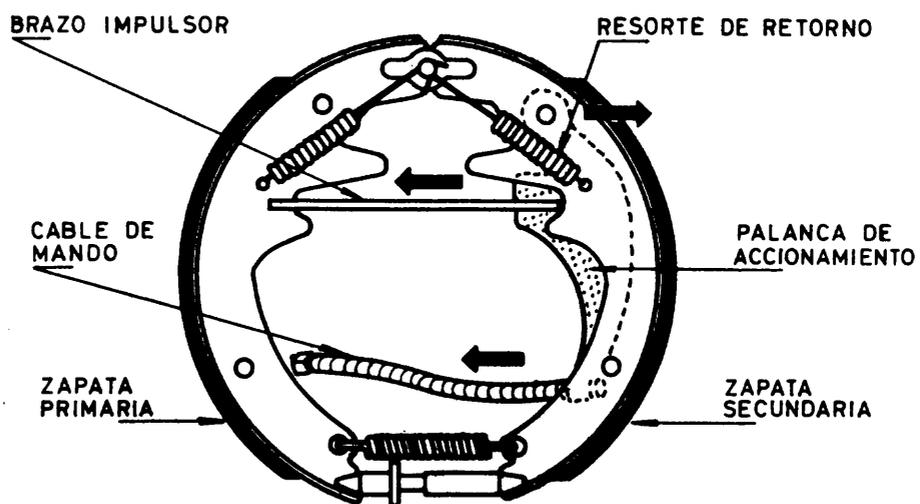

Fig. 2
Al estacionar el vehículo, o al aplicar el freno ante una emergencia, el conductor acciona la palanca de mando. El desplazamiento de ella, mueve el cable intermedio y la palanca compensadora, ejerciendo tensión sobre los cables de mando. El cable de mando hace que actúe la palanca de accionamiento (fig. 2), ésta mueve el brazo impulsor permitiendo aplicar la zapata primaria al tambor; la reacción de esta zapata desplaza al pivote de aplicación (P), de la palanca de accionamiento en la zapata secundaria, logrando que ésta también se aplique al tambor, frenándolo progresivamente.